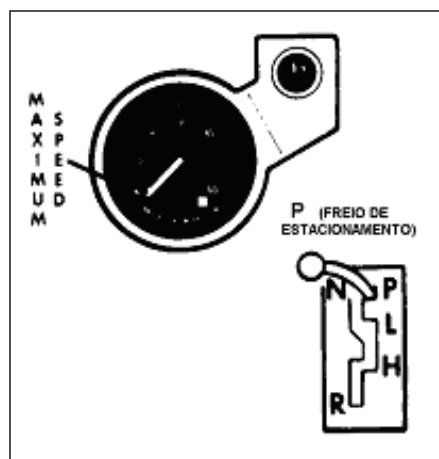

Fig 11-4. Alavanca seletora de marcha na posição "Freio de estacionamento"
c. Freio de estacionamento "P" (Fig 11-4)
(1) Usar esta posição da alavanca seletora de marchas enquanto dá partida no motor ou aciona o freio de estacionamento.
(2) Manter o freio acionado enquanto se muda a alavanca seletora de marchas de P para outra marcha. O CC pode se mover para frente se o freio não estiver aplicado.
(3) Parar o CC antes de mover a alavanca seletora de marchas para P.